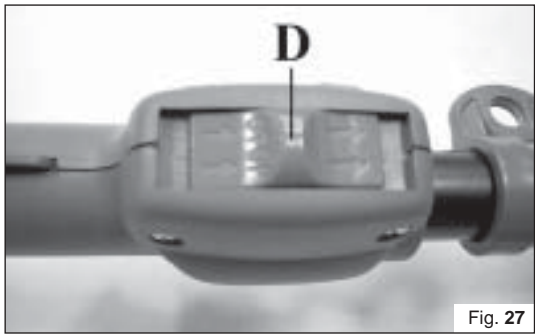

Fig. 27
При запуске двигателя в горячем состоянии выключатель (D) должен быть переведен в положение, указанное на Рис. 27.